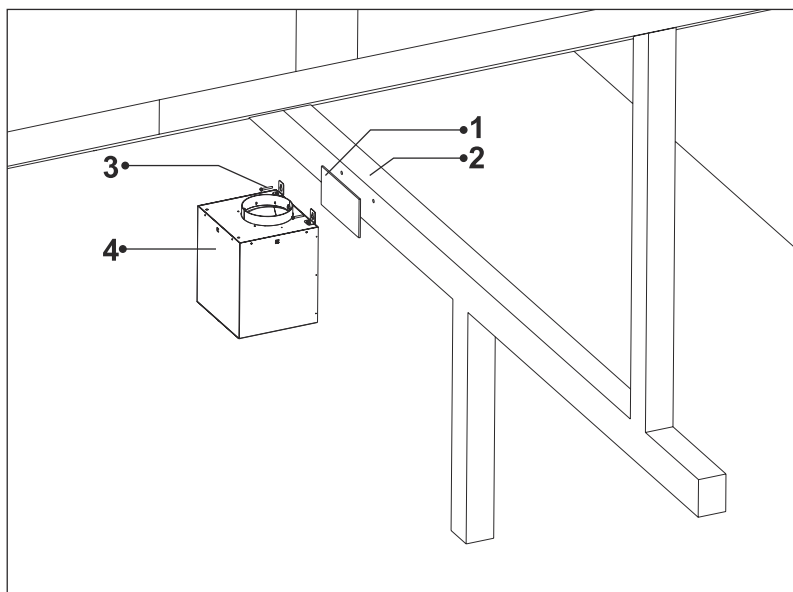

Fig. 22
10. ▶ Montera nu motorkabinettet på låsblecket med 2 x 5,5x60 mm skruvarna (Fig. 22).